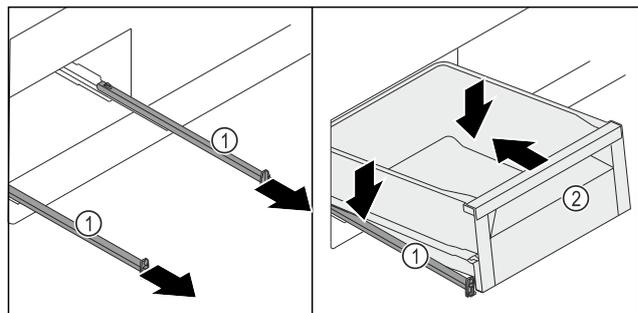

Fig. 128
- Sortir les rails Fig. 128 (1).
- Maintenir les rails Fig. 128 (1) et installer le tiroir Fig. 128 (2) incliné du haut sur les rails Fig. 128 (1).
- Pousser le tiroir Fig. 128 (2) sur les rails Fig. 128 (1) vers l'arrière jusqu'en butée.